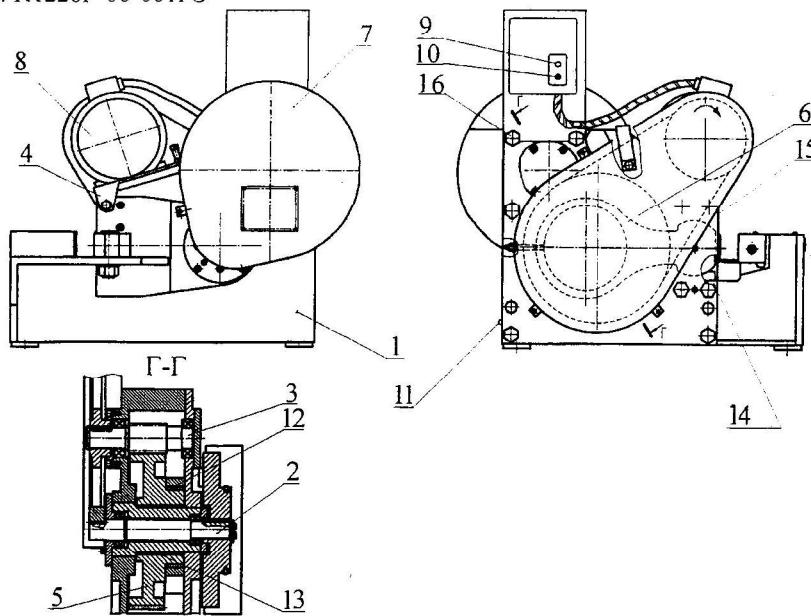

Рис.1 Общий вид ножниц с указанием расположения составных частей
5.4.3. Перед подключением ножниц к электросети снимите упаковку с автоматического выключателя. Затем отверните частично два болта поз 16 (рис. 1) крепления крышки в верхней части станины. Установите кронштейн с автоматическим выключателем пазами на это место. Затяните болты крепления крышки.
3.1 Общий вид ножниц с обозначением составных частей показан на рис. 1.
Поз.на рис. 1	Органы управления